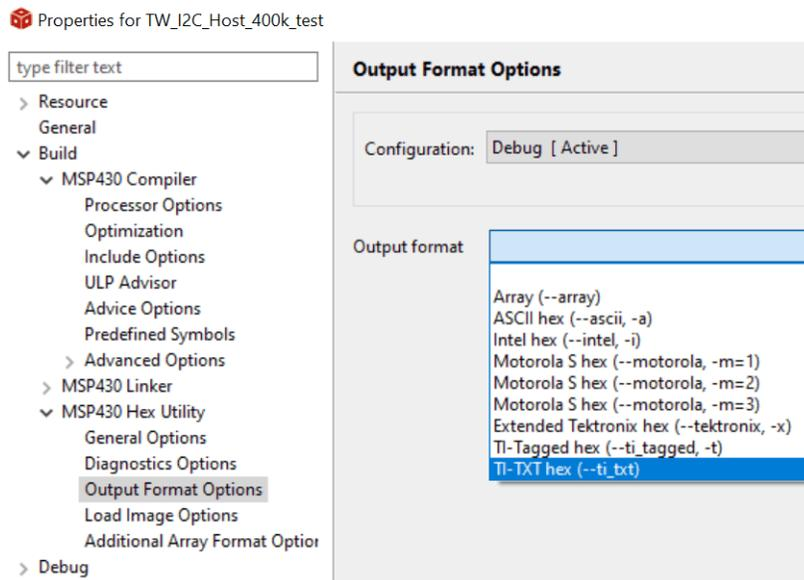

图 3-5. 在 CCS 中生成 TI-TXT 十六进制文件
- 将应用程序代码（此处可使用演示 bsl\_software\_invoke\_app\_demo\_uart）导入 CCS 并以 TI-TXT 十六进制格式生成目标器件固件（请参阅图 3-5）。